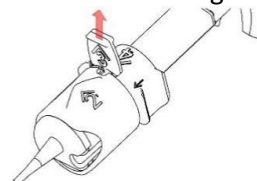

Fig. 2b
6. Trageți și înlăturați blocatorul roșu indicat cu '3' (Fig. 2b).